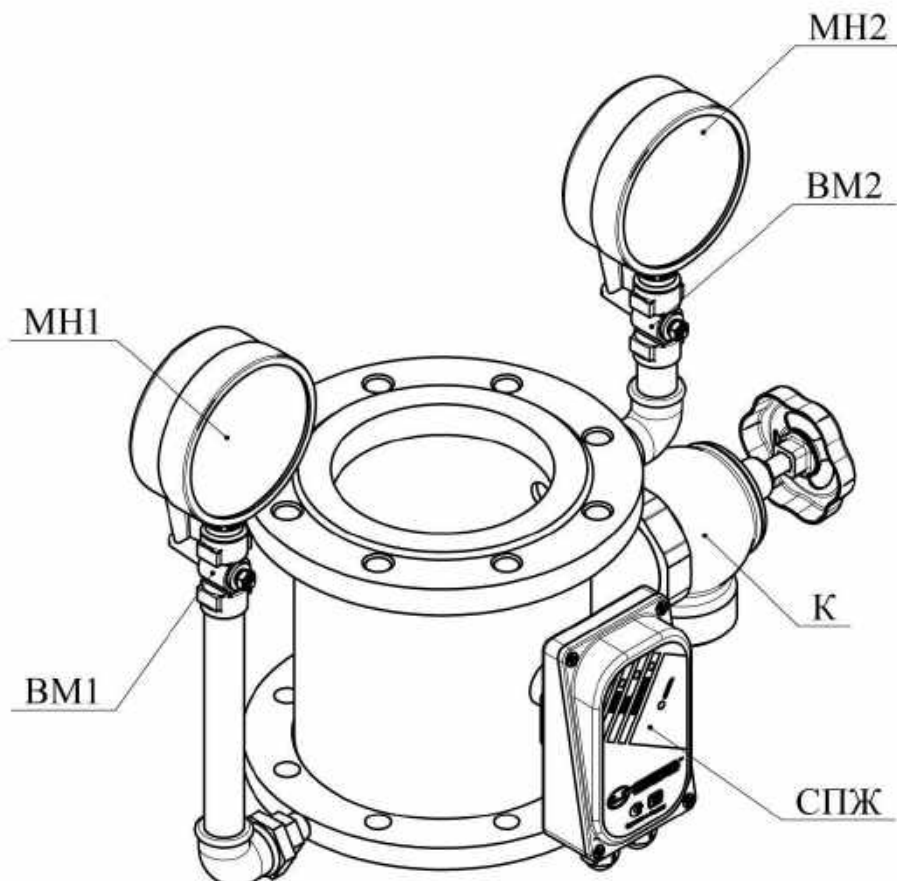

Рисунок 2 - Узел управления спринклерный водозаполненный «Шалтан». Общий вид
- закрыть задвижку ЗД на подводящем трубопроводе (в комплект поставки не входит) и клапан угловой К (рис. 2);